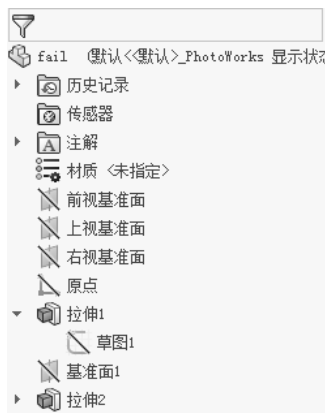

图 5.14.2 设计树
Step2. 在如图 5.14.2 所示的设计树中, 单击  拉伸1 节点前的“三角符号”展开拉伸 1 特征, 右击截面草图标识  草图1, 从系统弹出的快捷菜单中单击  按钮, 进入草图绘制环境。